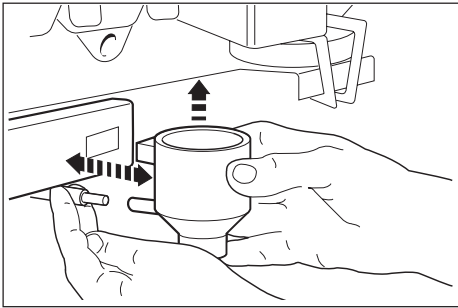

Fig. 30
- Estrarre i tubi di erogazione (7) facendo attenzione alle guarnizioni poste alle loro estremità. Togliere il coperchio per imbuto (4) dalla sede sul carter di aspirazione e separare l'imbuto per polveri (5) dalla parte sottostante sfilando anche l'ugello con tubo in silicone (Fig. 30). Ruotare ora il contenitore di miscelazione (6) in senso orario ed estrarlo. Pulire la ventola di miscelazione con una spugna imbevuta in acqua tiepida senza esercitare un'eccessiva pressione per non pregiudicare il posizionamento della guarnizione di tenuta.